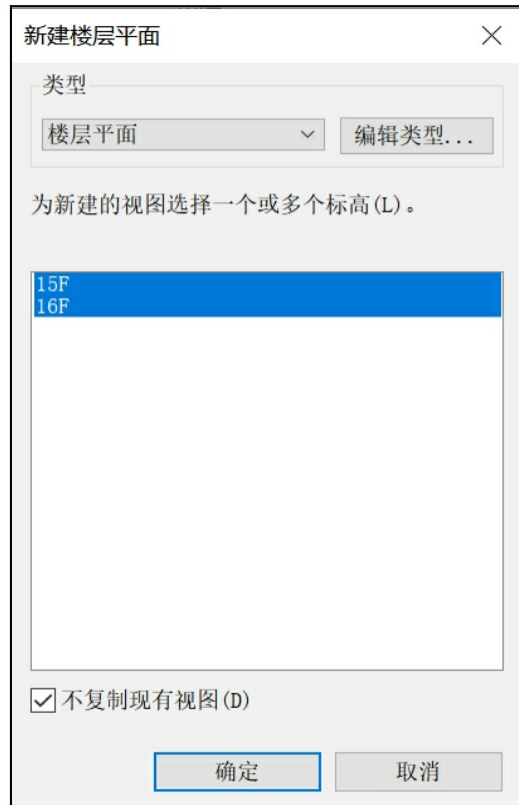

图2-46
(1) 单击功能区中的“视图”选项卡>“平面视图”>“楼层平面”，打开“新建楼层平面”对话框，如图2-46所示。